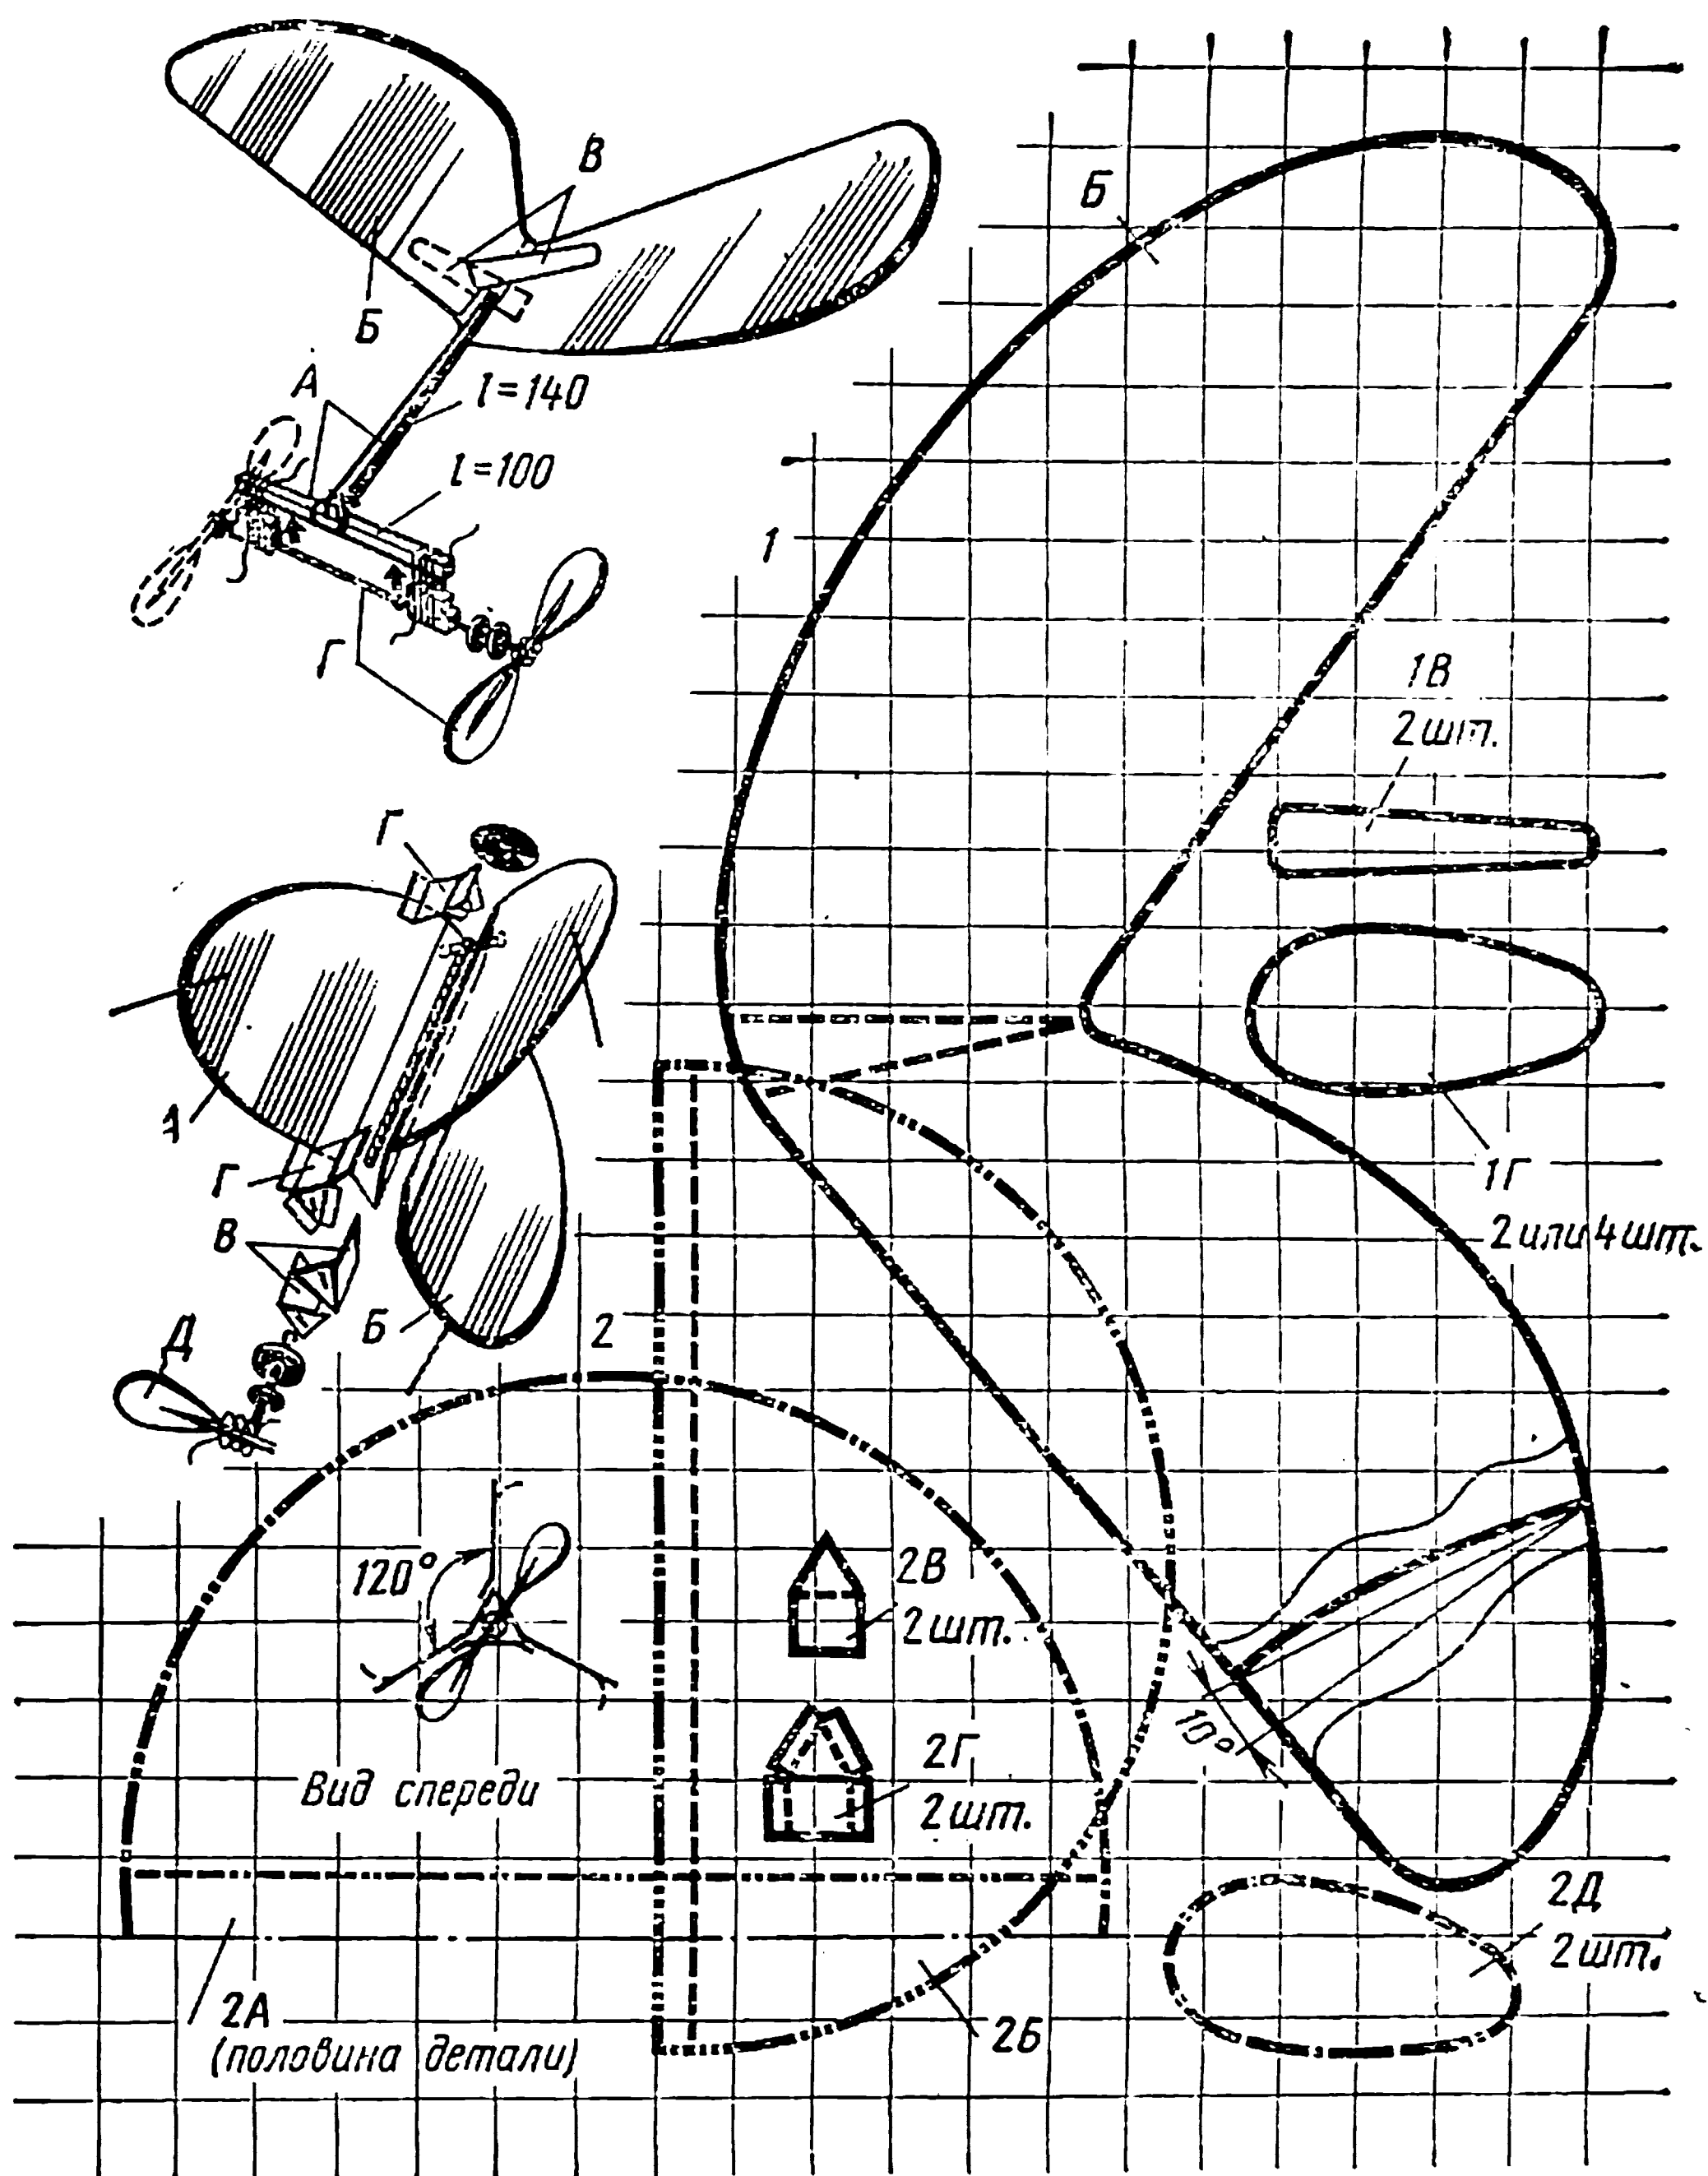

Рис. 51.
**Бумеранг «носик».** Внешне аппарат (см. рис. 51, 1) напоминает бумеранг, а взлетает, как вертолет. Но когда резиномотор «иссякает» и модель, спускаясь, переходит на авторотацию, она похожа на упавший с ветки клена «носик» (семечко клена).